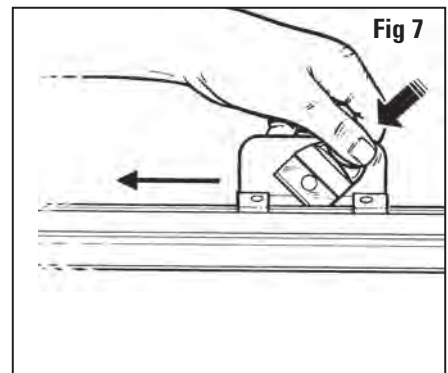

Fig 7
- Placez la main gauche sur le support de lame rétractable avec le pouce sur l'emplacement prévu pour lui. Alignez l'indicateur de début et de fin avec le trait au crayon, insérez la lame et tirez le couteau biseauté vers soi avec la main gauche. **Fig. 7**
- Legen Sie Ihre linke Hand auf den einziehbaren Klingenhalter und legen Sie Ihren Daumen auf die Einkerbung. Markieren Sie den Anfang und das Ende des Schnitts, stecken Sie die Klinge ein und ziehen Sie den Winkelschneider mit Ihrer linken Hand zu sich hin. **Abb. 7**
- Ponga su mano izquierda en el sujetador de la cuchilla retractable con su pulgar en la hendidura. Alinee el indicador de inicio y de parada con la línea de lápiz más alejada, inserte la cuchilla y tire del cortador de bisel hacia usted con su mano izquierda. **Fig. 7**
- Appoggiare la mano sinistra sul portalama retrattile con il pollice sull'apposito incavo. Allineare l'indicatore di inizio e di fine con il tratto di matita lontano, inserire la lama e tirare verso di voi la taglierina per passepartout a smusso con la mano sinistra. **Fig. 7**